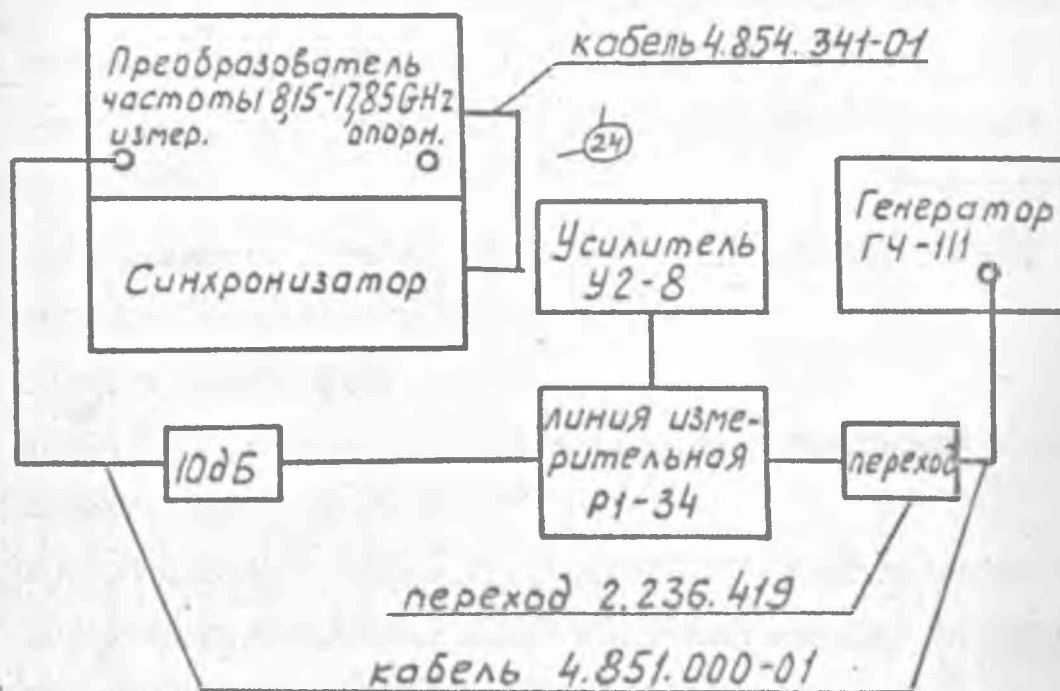

Рис.80. Схема электрическая структурная определения Кст $\gamma$  преобразователя частоты 8,15-17,85 GHz на частотах 17,85 ГГц, 15 ГГц.
13.3.6.3. Измерения  $K_{сгг}$  согласующего аттенуатора при работе с преобразователем частоты 8,15–17,85 ГГц на частотах 12,05; 13,0; 14,0; 15,0; 16,0; 17,0; 17,85 ГГц производится по схеме рис.80.